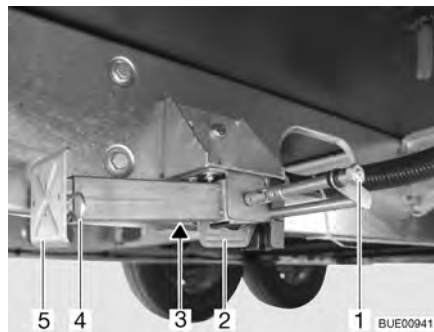

Fig. 24 Apoyo de elevación
- Colocar la llave de vaso en el hexágono (Fig. 24,1) y girarla hasta que el apoyo de elevación quede verticalmente hacia abajo.
- En caso de que la longitud del apoyo de elevación sea ajustable, extraer la clavija hendida (Fig. 24,4) de la prolongación del pie de apoyo (Fig. 24,5).
- Colocar la llave de vaso en el hexágono (Fig. 24,1) y girarla hasta que el apoyo de elevación esté de nuevo libre del suelo.
- Introducir totalmente la prolongación del pie de apoyo (Fig. 24,5) e introducir la clavija hendida (Fig. 24,4) en el orificio previsto para ello que hay en la prolongación del pie de apoyo.
- Girar el hexágono (Fig. 24,1) hasta que el apoyo de elevación se haya girado hacia arriba y la guía (Fig. 24,2) tenga contacto con el extremo de la ranura (Fig. 24,3).